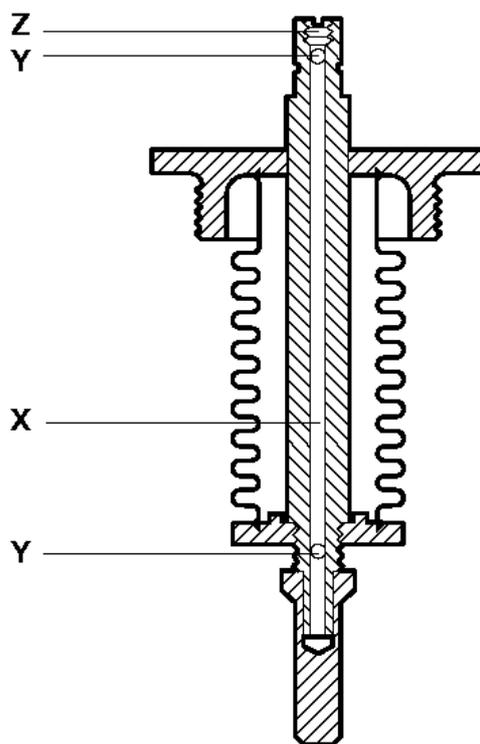

Fig. 6
4.3 Vannes KB et KC (voir Fig. 6)